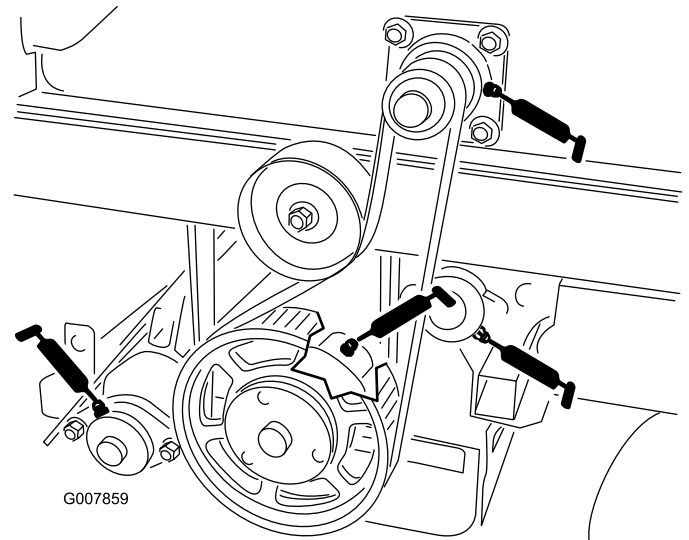
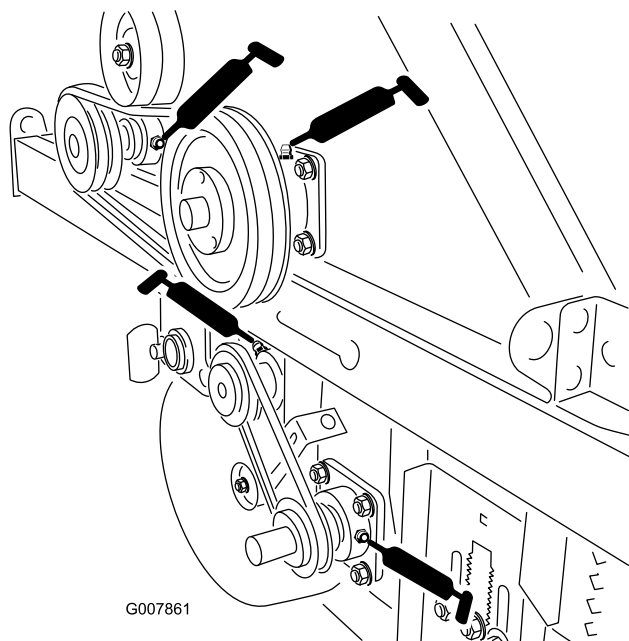

Figura 41
Figura 43
- Gruppo trinciatrice, Qtà. 2 (Figura 43 & Figura 41)
- Angolo rotante, Qtà. 2 (Figura 43 & Figura 41)
- Spazzola, Qtà. 2 (Figura 43 & Figura 41)
- Rullo posteriore, Qtà. 2 (Figura 41)